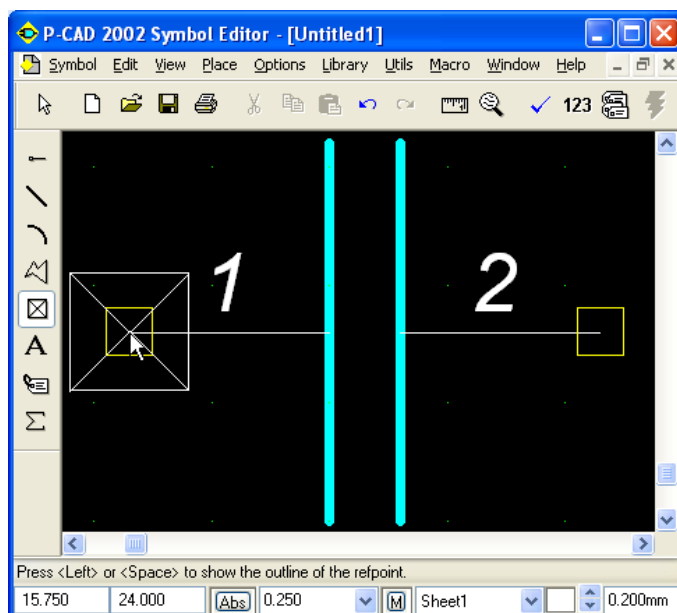

Рис. 4.56 - Установка выводов и точки привязки конденсатора
- Выполнить команду *Place Ref Point*. Поместить курсор в центр УГО с координатами (*15,75; 24*) и щелкнуть *ЛК* (рис. 4.56)